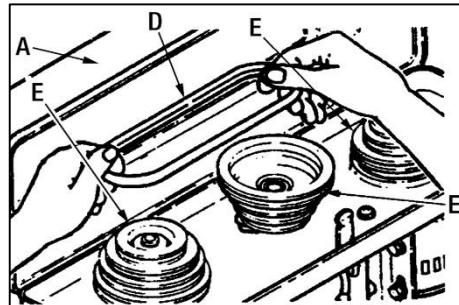

Рисунок 13.
Откройте кожух (A) сверлильной головки (рис. 13), ослабьте ручку-фиксатор натяжения ремней, расположенную с правой стороны головки сверлильного станка.